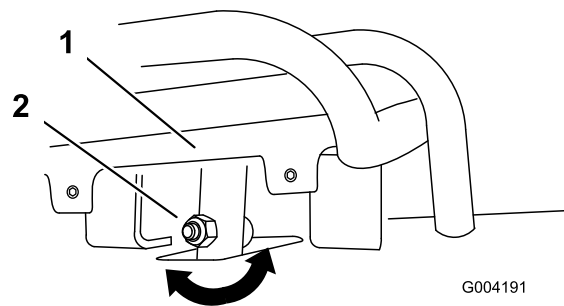
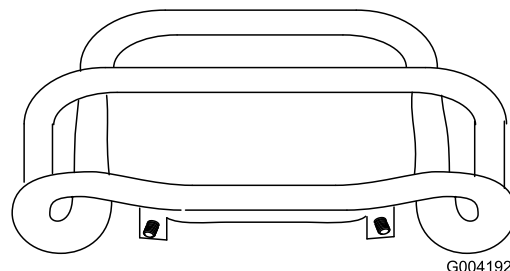

Figura 56
Figura 57
4. Si la parte delantera del control de tracción no queda enrasada con y paralela a la barra de referencia, afloje la tuerca con arandela prensada y el perno del tubo del control de tracción (Figura 56).
5. Ajuste el control de tracción hasta que quede enrasado con la barra de referencia al tirar del mismo hacia atrás del todo (Figura 56 y Figura 57).